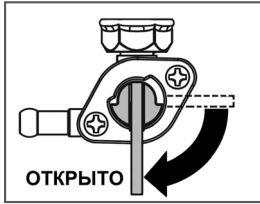

Рис. 12 Рычаг топливного крана
3. Откройте топливный кран переводом рычага в вертикальное положение (Рис. 12).
*В процессе работы генератора при температуре окружающей среды ниже  $-10^{\circ}\text{C}$  в трубке 1 системы вентиляции картера происходит образование конденсата и его замерзание (Рис. 12). Это приводит к повышению давления в картере двигателя и выдавливанию моторного масла через сальники и прокладки, в результате чего происходит выход двигателя из строя из-за недостаточной смазки. Проверяйте трубку 1 системы вентиляции картера на наличие ледяной пробки каждые 30 минут или чаще (Рис. 14).*